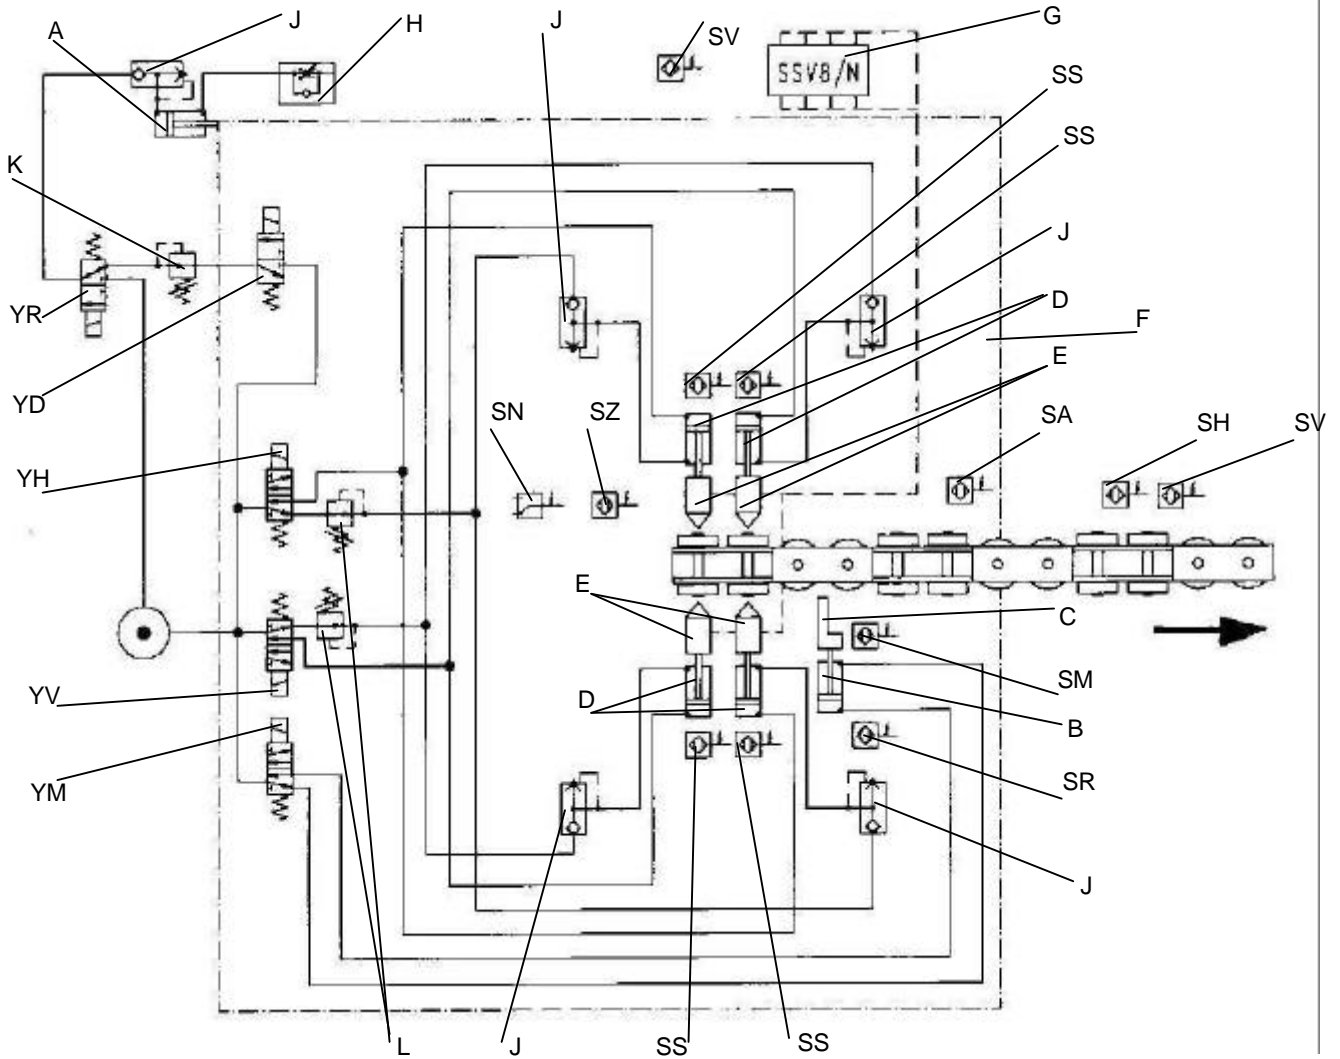
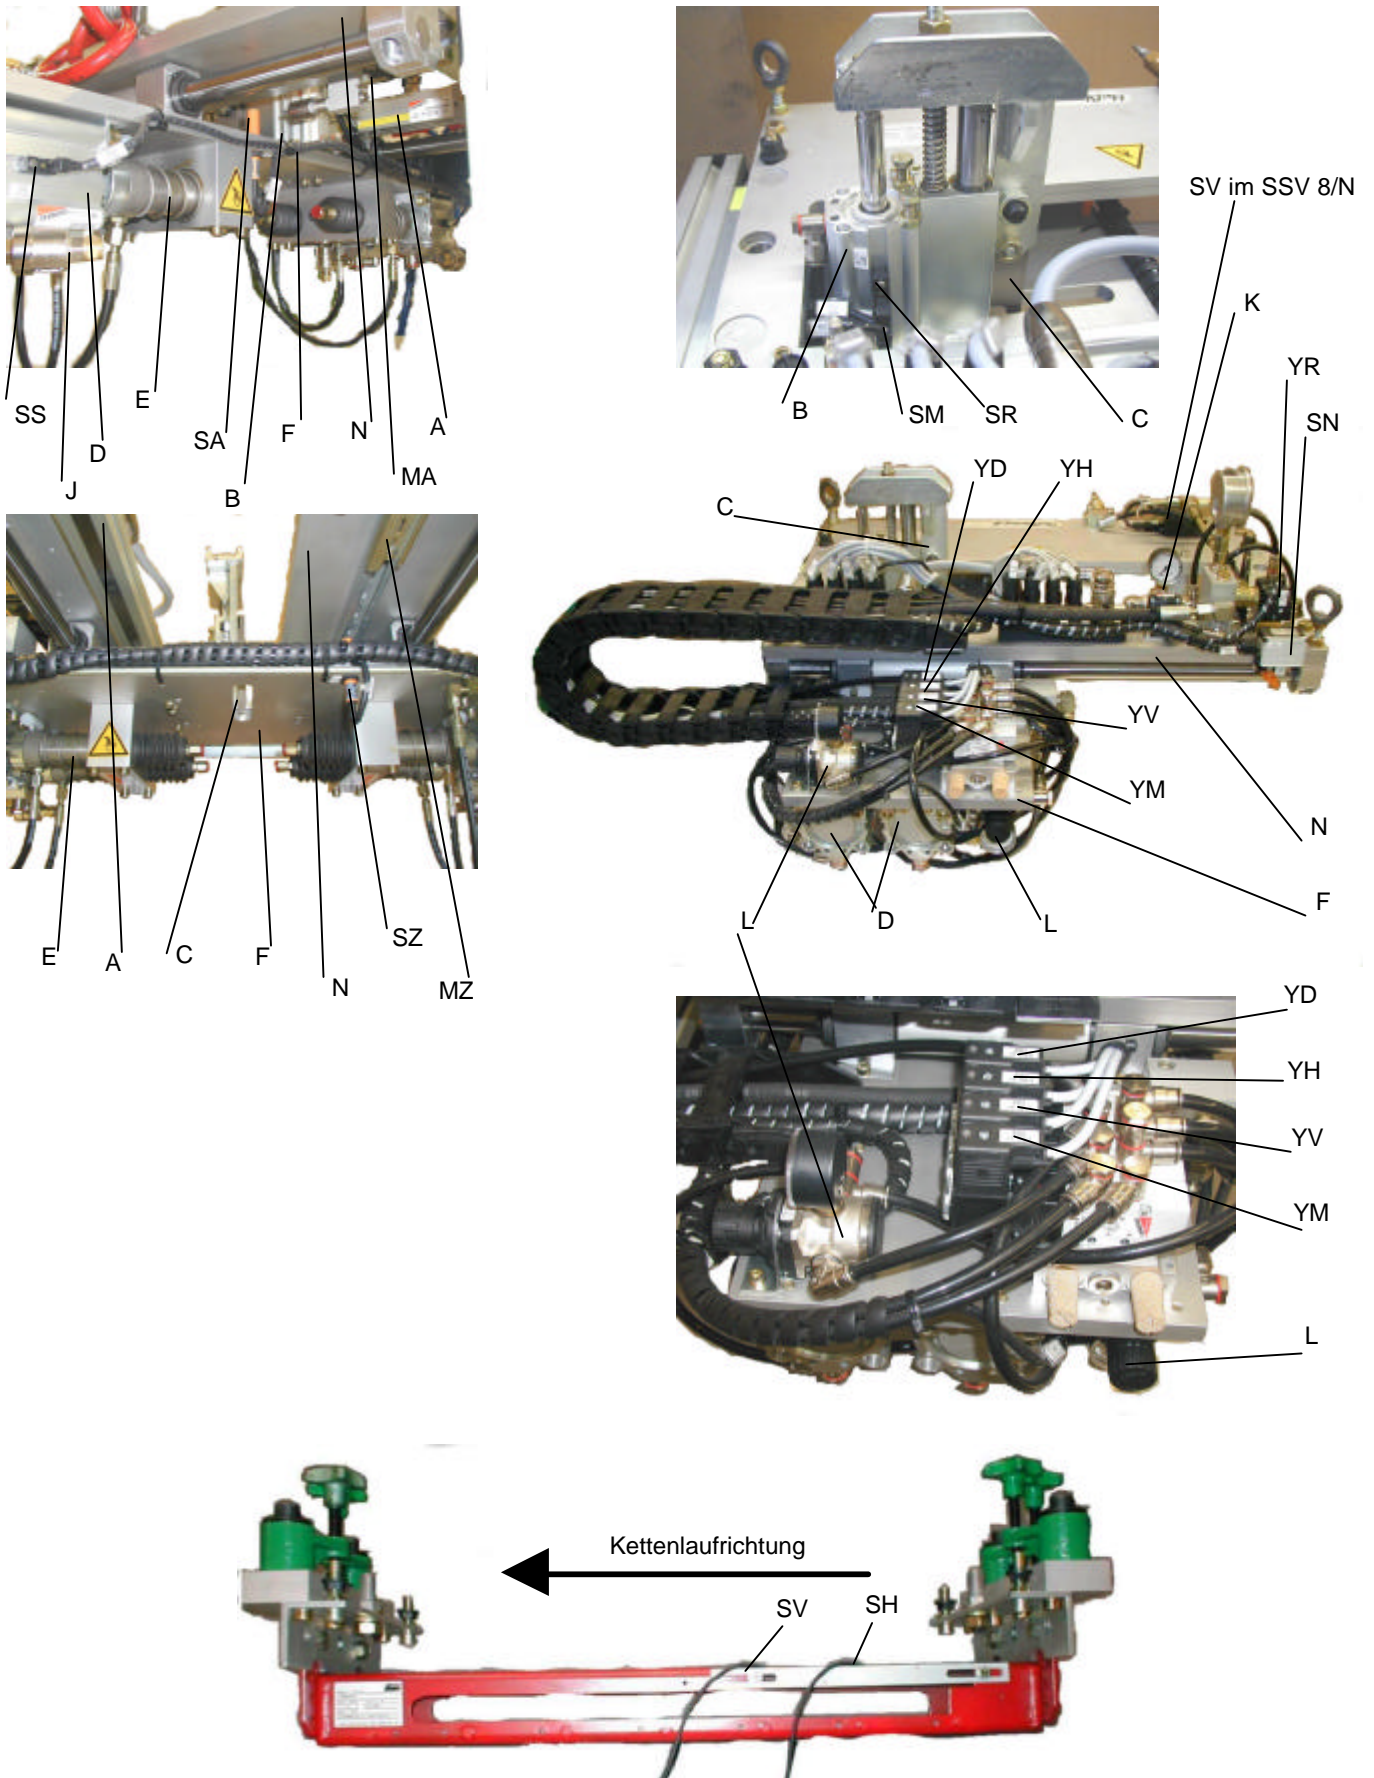

Abb. 1: Arbeitsweise der Cobra 504
Abb. 2: Arbeitsweise der Cobra 504, Bauteile
- für den Fall, daß der Mitnehmer (Abb. 1, 2 und 4, Pos. C) noch im Eingriff ist, während der Schlitten (Abb. 1 und 2, Pos. F) bereits auf den Anschlag an der Grundplatte (Abb. 2, Pos. N) prallt,
- bei zu hoher Kettengeschwindigkeit oder bei Ausfall der Näherungs- bzw. Positionsschalter SZ, SN (Abb. 1 und 2).
Quetschgefahr bei laufender COBRA durch Schlitten, Mitnehmer und Schmierkopf (siehe Abb. 2: Pos. F, C und E)
- **Quetschgefahr** durch mögliche Bewegung des Schlittens (siehe Abb. 2: Pos. F)
- **Quetschgefahr** durch mögliche Bewegung des Mitnehmers (siehe Abb. 2: Pos. C)
- **Quetschgefahr** durch mögliche Bewegung des Schmierkopfes (siehe Abb. 2: E)